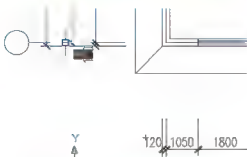

图 3.113 确定图块的插入点
(2) 在指定插入点或 [基点 (B)/ 比例 (S)/ 旋转 (R)/ 预览比例 (PS)/ 预览旋转 (PR)]: 提示下, 捕捉如图 3.113 所示的点作为插入点。